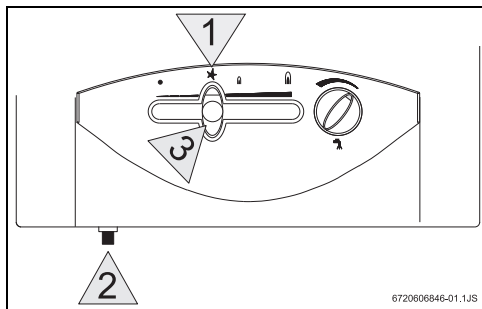

Bild 3
- ▶ Leistungsschieber von der Aus-Stellung in die Zündstellung bewegen (→Bild 3).
- ▶ Knopf des Leistungsschiebers drücken und halten (Bild 3,[1]).
- ▶ Piezo-Knopf drücken (Bild 3, [2]).